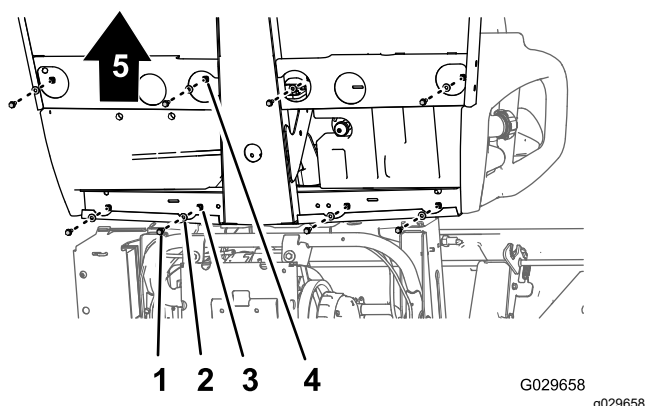
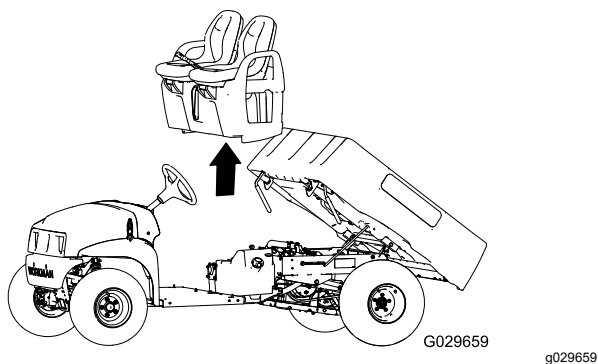

Figura 44
Figura 45
1. En la parte inferior de la máquina, retire los 8 pernos con arandela prensada y las 8 arandelas que sujetan la base de los asientos a la chapa de suelo y al perfil trasero de la cabina (Figura 44).
2. Levante cuidadosamente el asiento, la base de los asientos y los cables del freno de estacionamiento de la máquina (**Figura 44**).
1. Levante los asientos y la base de los asientos, colóquelos en la máquina y conecte los cables de freno al chasis (Figura 44 y Figura 45).
2. Alinee los taladros de la base de los asientos con los taladros de la chapa de suelo y del perfil trasero de la cabina (Figura 44 y Figura 45).